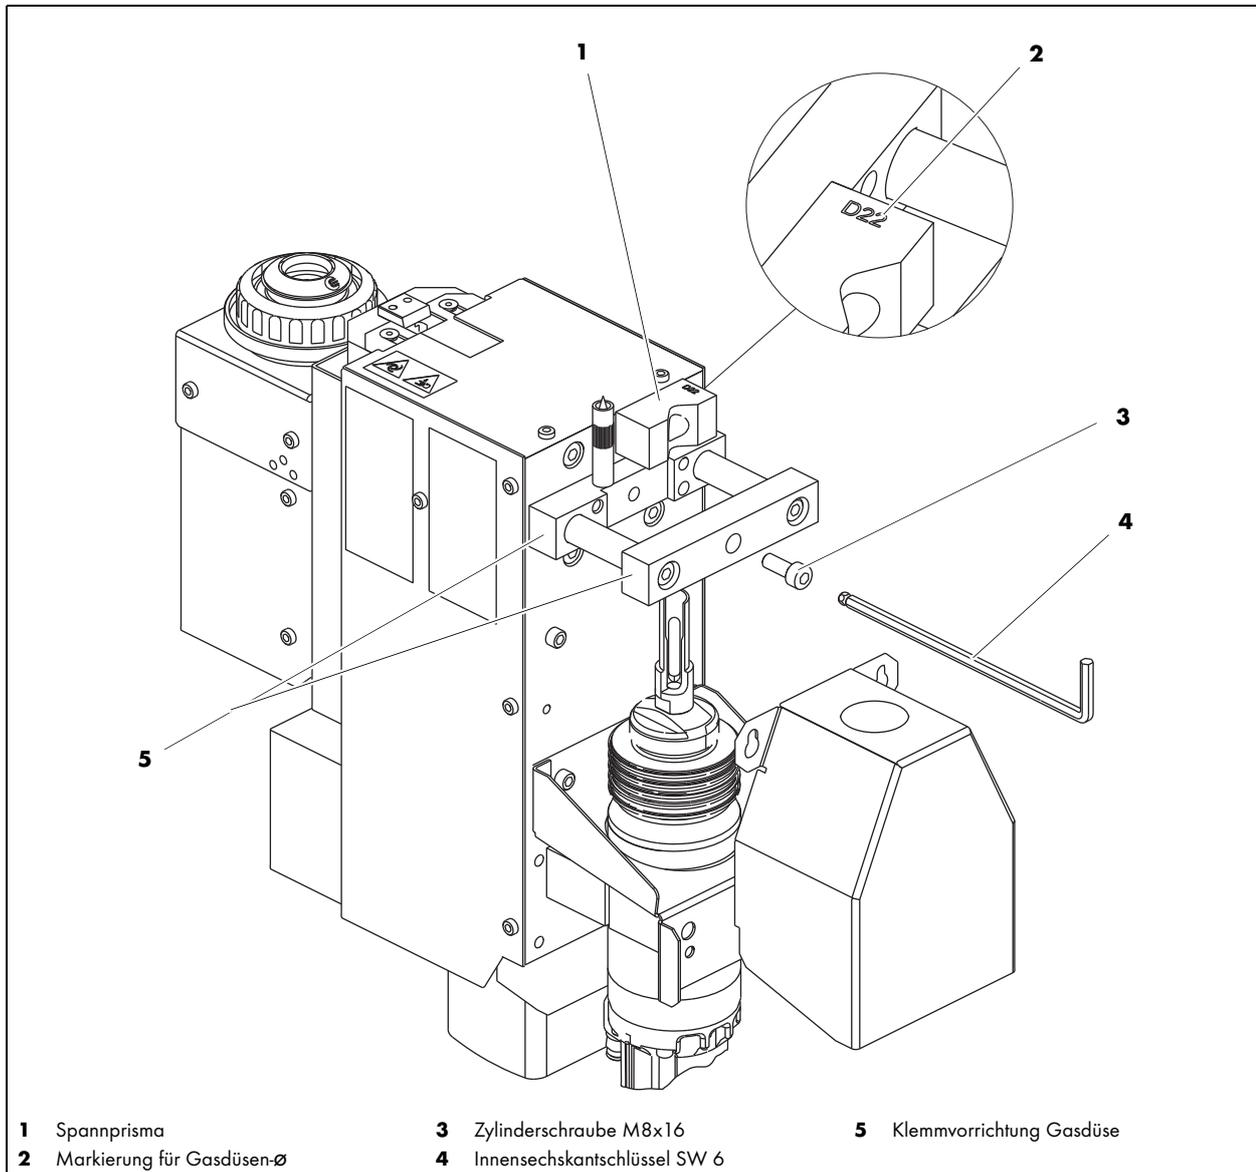

Abb. 13 Prisma befestigen
- Beachten Sie, dass passend zum Gasdüsendurchmesser das richtige Spannprisma (1) montiert ist. Den Durchmesser des Prismas können Sie auf dem Prisma finden.
⇒ siehe Abb. 13 Prisma befestigen auf Seite DE-18, Pos. (2)
- 2 Spannprisma mit Zylinderschraube (M8x16) (3) befestigen (Anzugsmoment 20Nm).